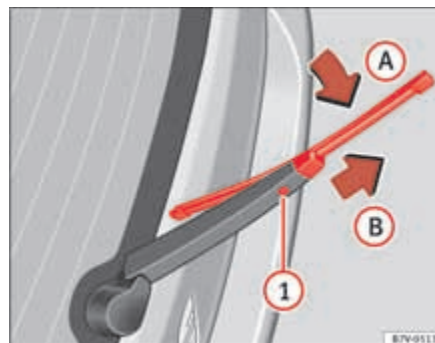

Fig. 156 Cambio de la escobilla de la luneta.
- Pliegue la escobilla por arriba hacia el brazo del limpiaparabrisas ⇒ **página 252, fig. 156** (flecha .
- Mantenga presionada la tecla de desbloqueo ⇒ **página 252, fig. 156**  y tire al mismo tiempo de la escobilla en el sentido que indica la flecha . Es probable que tenga que emplear mucha fuerza.
- Inserte en el brazo limpiaparabrisas una escobilla nueva **de la misma longitud y tipo**, en sentido contrario a la flecha ⇒ **página 252, fig. 156**  hasta que encastre. Para ello, la escobilla debe estar en posición recogida (flecha .